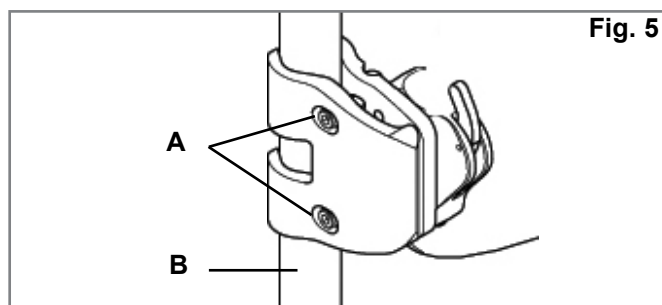

Fig. 5
3. Fest brakettene. (Fig. 5)
- a. skru opp klemmeskruene (A) med den medfølgende 4 mm sekskantnøkkel. OPMERKING– På rør med stor diameter, kan det være nødvendig å ta klemmeskruene helt av.
- b. Fest og juster brakettene på rullestolens ryggør (B).
- c. Stram klemmeskruene (A) for hånd. OPMERKING - Det kan være nødvendig å justere brakettene sideveis for best mulig tilpassing.